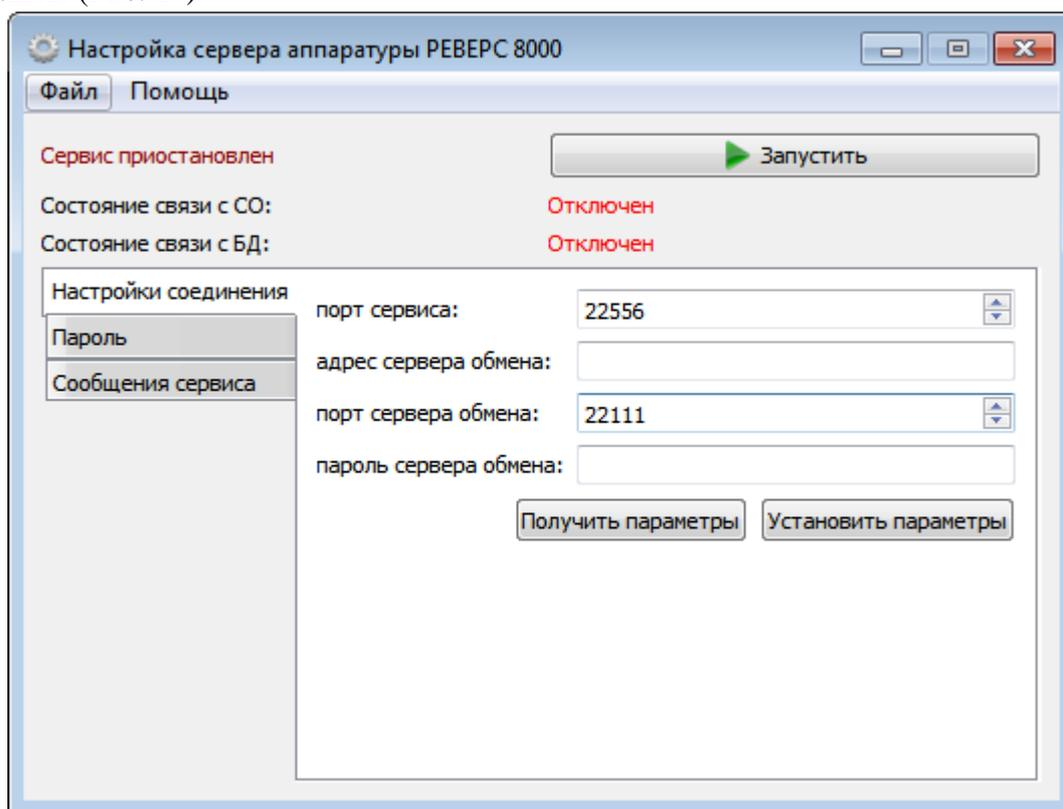

Рис. 14
- Запустите утилиту настройки сервера аппаратуры при помощи исполняемого файла DeviceServerGui.exe или иконки в меню «Пуск». На экране появится главное окно утилиты (Рис. 14).